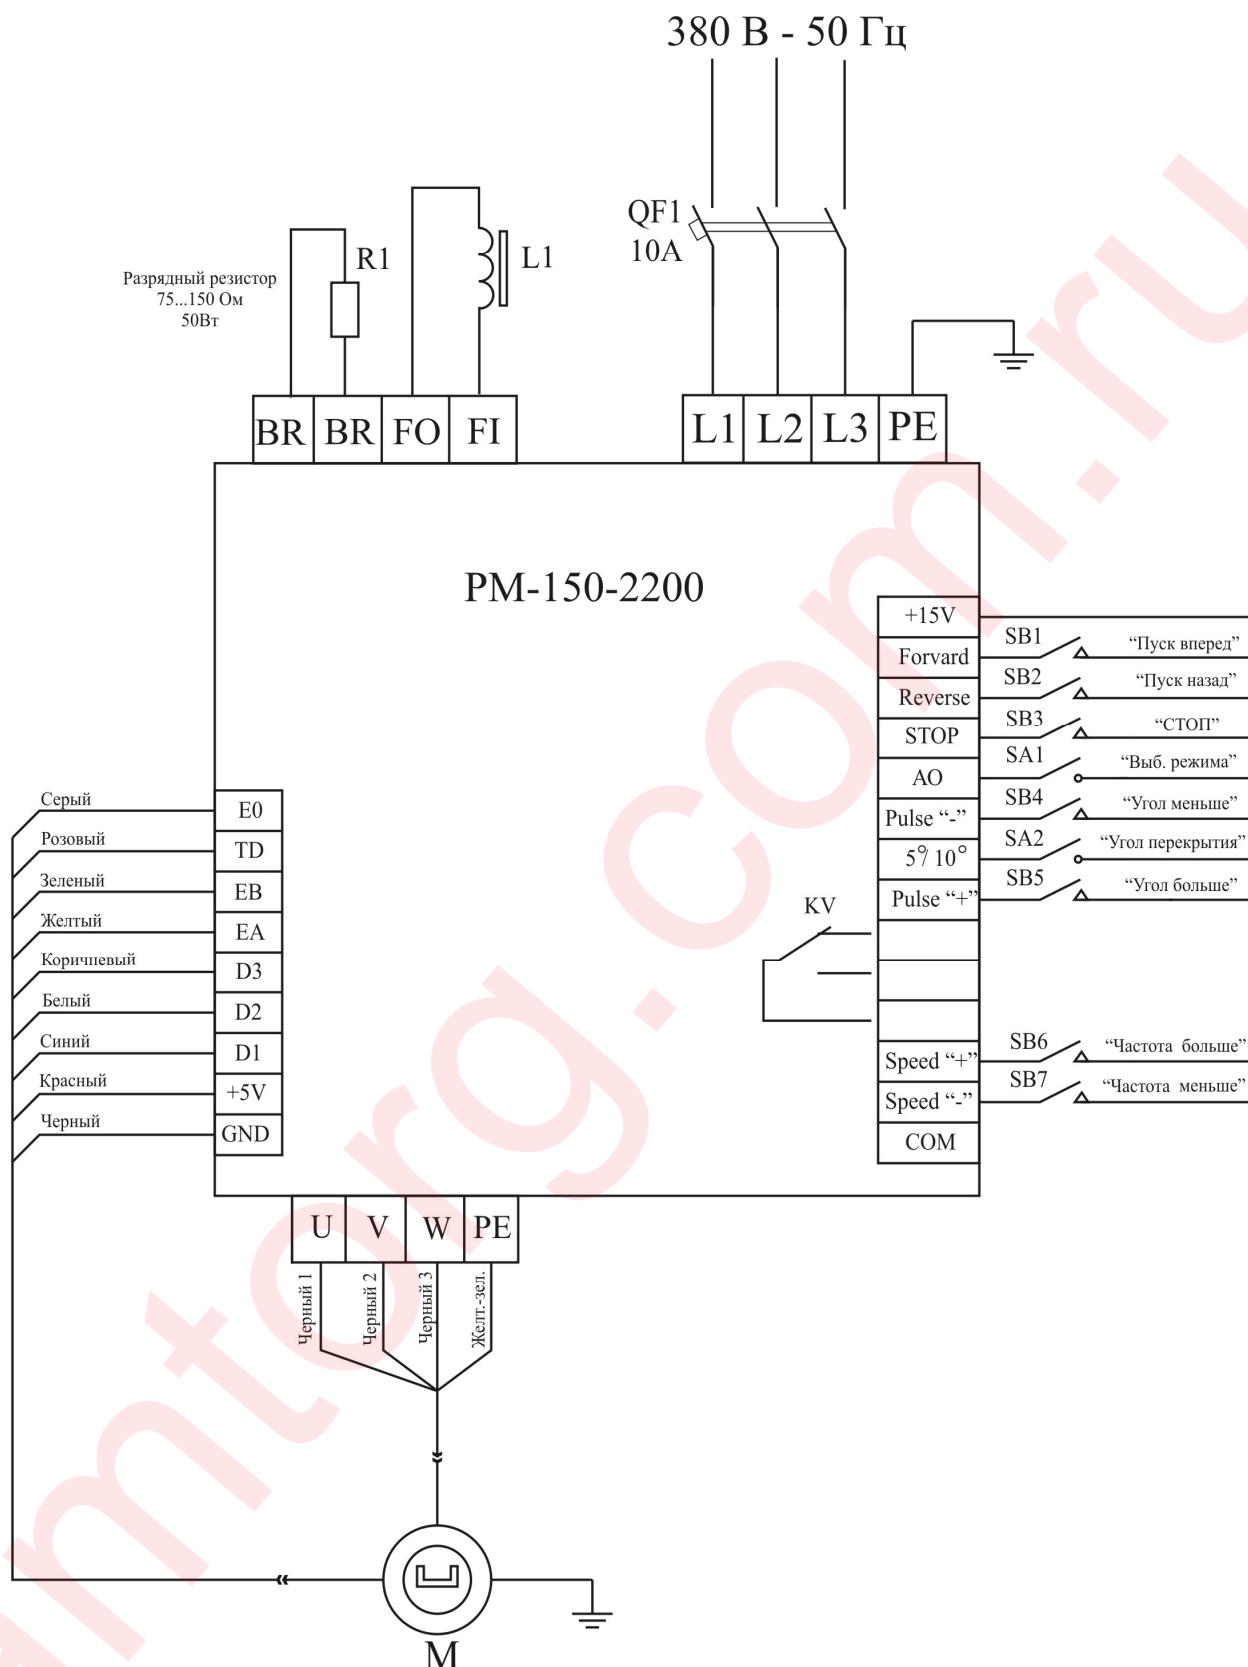

Рис.3
Схема подключения электропривода показана на рис. 3.
Для снижения уровня помех, создаваемых при работе электропривода необходимо использовать сглаживающий дроссель (L1 на рис.3). В качестве дросселя может быть использован любой однофазный дроссель для частотных преобразователей с индуктивностью $L=4-6$ мГн на ток $I=5-8$ А (например, дроссель HUZ0N4, для преобразователей Altivar). Допускается работа электропривода без дросселя, при этом на клеммах подключения дросселя необходимо установить перемычку.
Электропривод РМ-150-2200 должен присоединяться к питающей сети через трехфазный защитный автоматический выключатель (QF1 на рис.3) с током теплового расцепителя 10А.
1. Частоты вращения планшайбы манипулятора в диапазоне от 0 до 2,5 об/мин при общем передаточном соотношении редуктора $i=600$. Изменение частоты вращения планшайбы производится кнопками SB6, SB7 (рис. 3), дискретность изменения частоты вращения планшайбы 0,05 об/мин. При индикации частоты вращения планшайбы старший разряд индикатора высвечивает символ «U».
2. Заданного угла поворота планшайбы манипулятора в градусах. Изменение заданного угла поворота планшайбы производится кнопками SB4, SB5 (рис. 3) в пределах 0...720 гр. При индикации заданного угла поворота планшайбы старший разряд индикатора высвечивает символ «L».
Работа электропривода возможна в двух режимах: автоматическом и ручном. Выбор режима работы производится посредством переключателя SA1 (рис. 3). Замкнутый контакт SA1 соответствует ручному режиму работы электропривода. В ручном режиме работы электропривод позволяет регулировать частоту вращения планшайбы при вращении вала электродвигателя с помощью кнопок SB6, SB7 (рис. 3). В ручном режиме работы электропривода кнопки SB4, SB5 и переключатель SA2 (рис. 3) не задействованы. Пуск и останов электродвигателя производится кнопками SB1- SB3.
При вращении электродвигателя включается реле KV (рис. 3), что позволяет использовать его контакты для синхронизации движения планшайбы с источником сварочного тока. Контакты реле KV1 рассчитаны на максимальный ток 0,5А при напряжении 125В.
- присоединить электродвигатель к блоку управления в соответствии со схемой на рис.3. Убедиться, что вал электродвигателя может свободно вращаться (не заторможен);